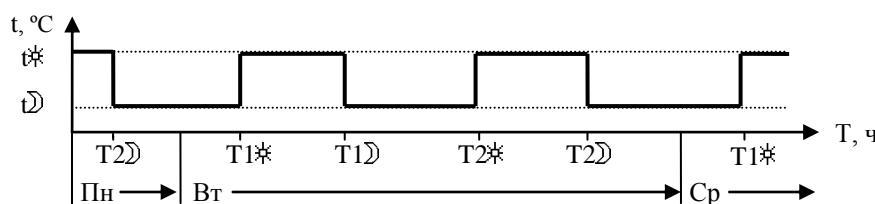

Рисунок 10 - Временной (недельный) график
7.6.1 В режиме “Программа” возможна установка для каждого дня недели до двух периодов, состоящих из начала и конца времени действия уставки температуры t_{\odot} “Норма” и t_{\oslash} “Ниже” (см. рисунок 10).